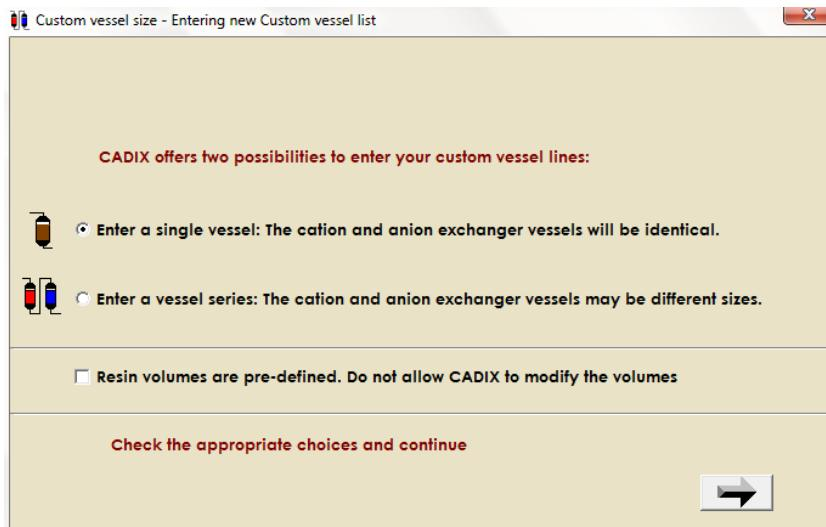
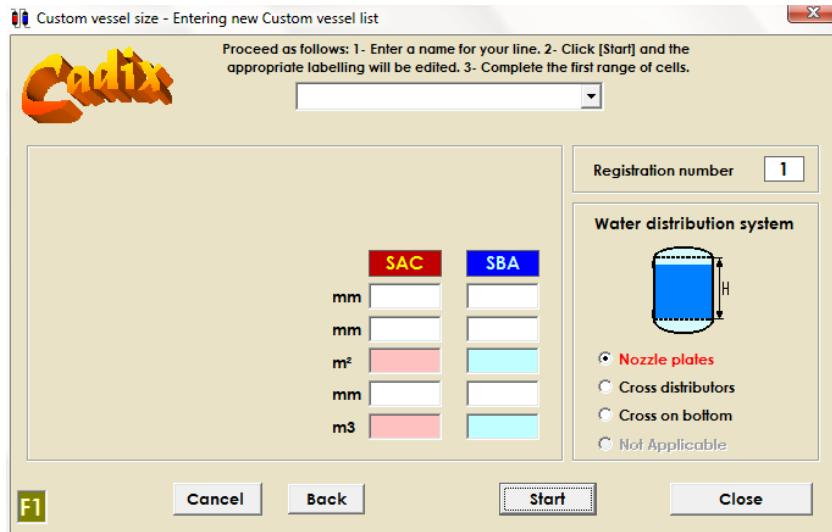

Figura 5.37: Ventana para entrar en las dimensiones del recipiente
Figura 5.38: Nueva lista de recipientes
- “Enter vessel dimensions”: Introducir las dimensiones del recipiente. Al seleccionar esta opción aparece la ventana de la figura 5.37, en la cual informan de que hay dos posibilidades para entrar en la línea personalizada de recipientes.
Después de seleccionar las opciones que se deseen, clicar en la flecha de abajo a la derecha y aparecerá una ventana similar a la de la figura 5.38, para la opción de una serie de recipientes, salvo que los cuadros rosas y azules estarán en diferentes cuadrados según se haya marcado o no el poder modificar los volúmenes de CADIX en la ventana anterior de la figura 5.37. Los datos se introducen en los cuadros blancos, mientras que los cuadros coloreados calculan el valor de forma automática. En el caso de elegir un único recipiente la columna azul y blanca llamada “SBA” no aparecerá.
- “Height between plates (H)": Altura entre platos, es la altura representada como H en la figura 5.37.